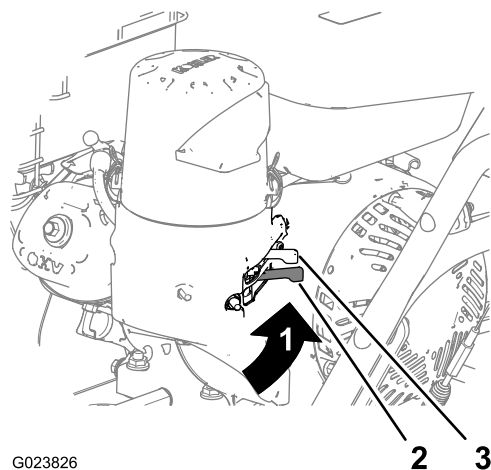

Figure 9
Déplacez le robinet d'arrivée de carburant, situé sous le starter, vers la droite pour ouvrir l'arrivée de carburant (Figure 9).
ne doit pas servir pendant plusieurs jours, pour la transporter ou lorsqu'elle est remise dans un local fermé (Figure 9).
2. Sur le côté arrière gauche du moteur, déplacez la commande de starter vers la gauche en position en service. Si le moteur est chaud, laissez le starter en position hors service (Figure 9).
5. Laissez chauffer le moteur quelques minutes, puis tournez la commande de starter vers la position Arrêt (Figure 9).